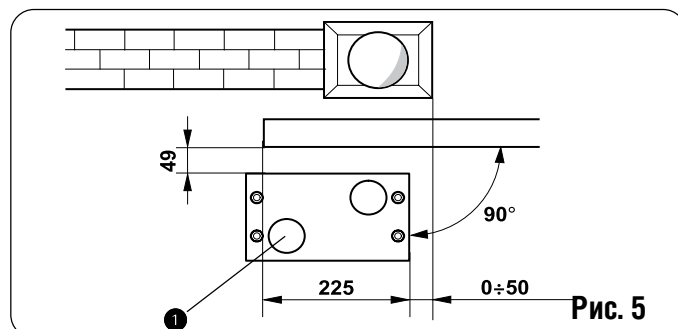
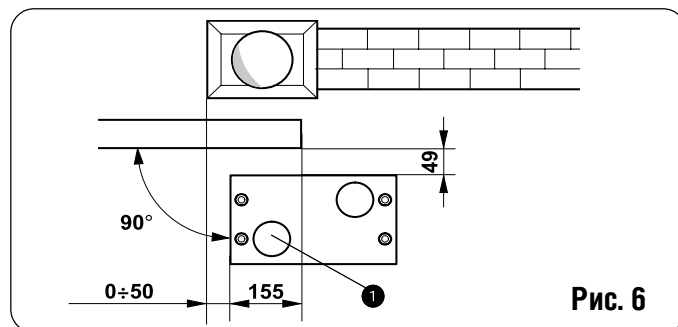

Рис. 5
Рис. 6
2) Плита основания должна быть расположена так, как показано на рис. 5 (закрывание вправо) или рис. 6 (закрывание влево), для правильного зацепления рейки и шестерни.